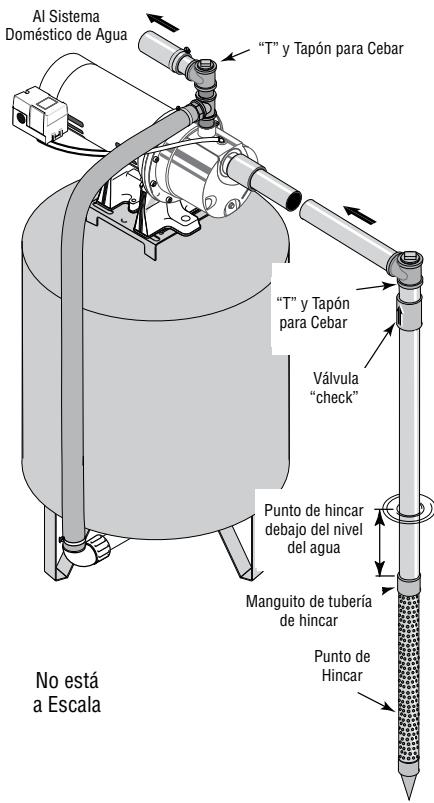

Figura 1 - Instalación del punto de hincar
Instalacion del punto del pozo (punto de hincar) (Figura 1)
- Utilice el menor número de conexiones posible (especialmente codos) al conectar la tubería desde el punto del pozo al orificio de succión de la bomba. La tubería de succión debe ser por lo menos del mismo tamaño que el orificio de succión en la bomba (incluya una válvula "check" si su equipo no está equipado con una) - Vea la Figura 1. Soporte la tubería para que no haya inclinaciones verticales o hundimientos en ella a fin de que no se ejerza tensión sobre el cuerpo de la bomba y con el propósito de que no se incline ligeramente hacia arriba desde el pozo hacia la bomba (los puntos altos pueden ocasionar que se formen bolsas de aire que pueden bloquear la bomba). Selle las juntas de la tubería de succión con cinta sellante de PTFE para roscas de tubería o con un compuesto a base de PTFE especial para las juntas de las tuberías. Las juntas deben de ser a prueba de agua y estar herméticamente cerradas. Si la tubería de succión pudiera succionar aire, la bomba no podría sacar agua del pozo. Si un punto de pozo no proporciona suficiente agua, considere la posibilidad de conectar dos o tres puntos de pozo a una tubería de succión.